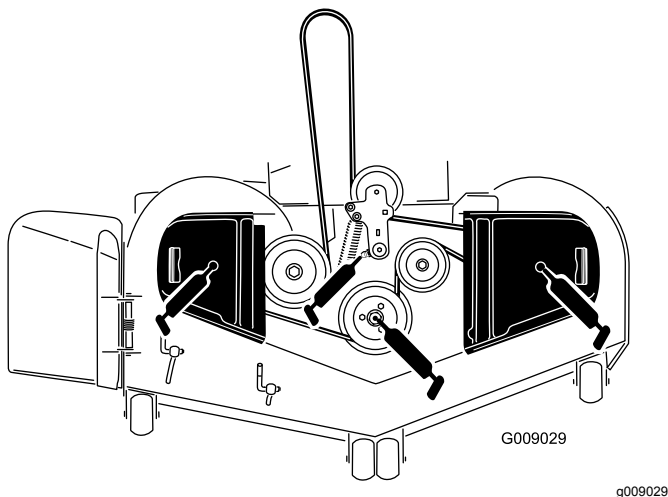

Figura 48
3. Lubrifique a articulação da polia intermédia da plataforma do cortador até o lubrificante sair por baixo (Figura 48).
4. Se a sua máquina tiver eixos lubrificáveis, lubrifique os três rolamentos do eixo até o lubrificante sair pelos vedantes inferiores (Figura 48).